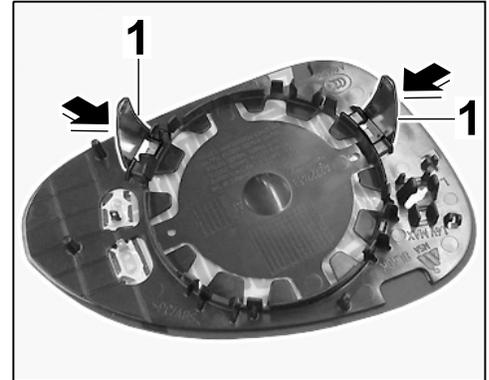

Figure 18
- 4.8.1 Slide vibration damper ⇒ *Figure 18* -1- onto the mirror glass ⇒ *Figure 18* -arrows-.